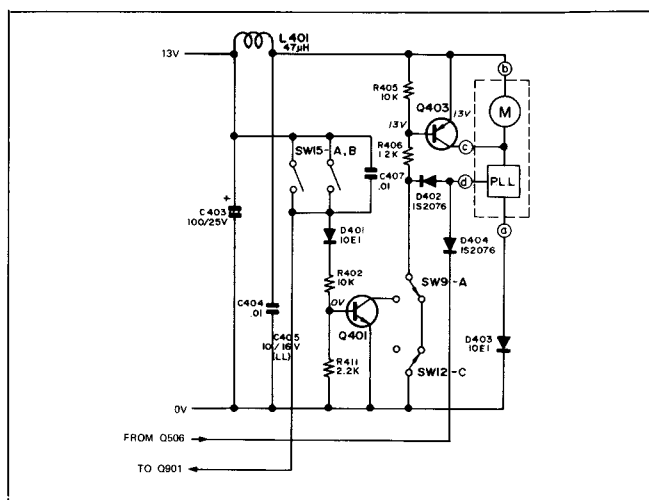

Figure 21
■ BRAKE CIRCUIT (See Figure 21)